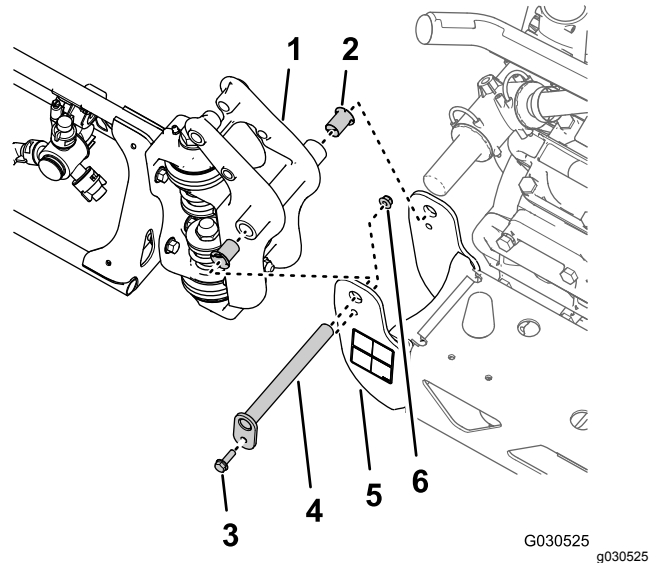

图 74
1. 拧下将枢轴销固定至枢轴支架的凸缘螺栓5/16 x 1英寸和凸缘锁紧螺母5/16英寸图 74。
2. 从中央喷洒臂段的枢轴支架和外部喷洒臂段的枢轴接头中拆下枢轴销图 74。
3. 将外部喷洒臂段与中央喷洒臂段分开然后从机器中取出外部喷洒臂段图 74。
4. 拆下外部喷洒臂段枢轴接头上的 2 个尼龙凸缘轴套图 74。